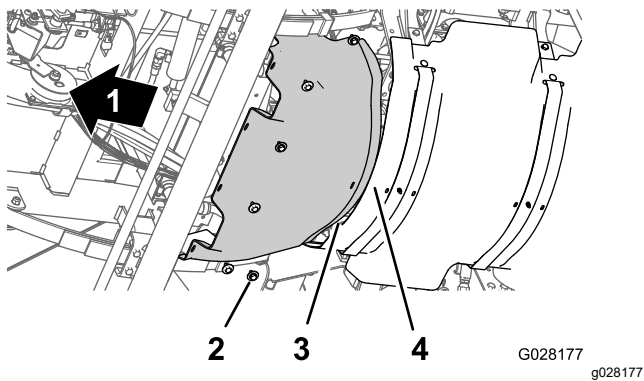

Bild 66
1. Fluchten Sie den hinteren Flansch des vorderen Wärmeschutzblechs über dem vorderen Flansch des hinteren Wärmeschutzblechs aus (Bild 66).
2. Fluchten Sie die Löcher im vorderen Wärmeschutzblech mit den Gewindelöchern im Chassis aus (Bild 66).
3. Befestigen Sie das vordere Wärmeschutzblech mit den sechs Sechskantschrauben und sechs Scheiben (Bild 66), die Sie in Schritt 3 von Entfernen des vorderen Wärmeschutzblechs (Seite 55) entfernt haben, an der Maschine.